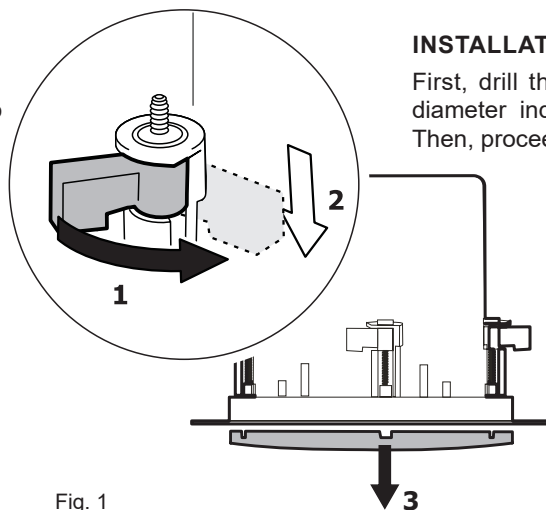

Fig. 1
- 1) ruotare due dei quattro ganci verso l'esterno e sganciare la griglia dal corpo del diffusore spingendoli verso il basso come illustrato in fig. 1.
- 1) rotate two of the four hooks and release the grille from the body, pushing the m down as illustrated in fig. 1.